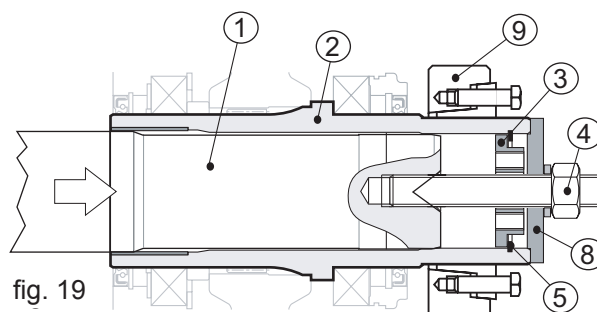

fig. 19
Insérer dans leur logement d'abord le fond (pos. 3), le seeger pour intérieurs (pos. 5) et le fond (pos. 8), à ce stade en vissant l'écrou de la barre fileté placer les 2 arbres en butée l'un contre l'autre (voir fig. 19).